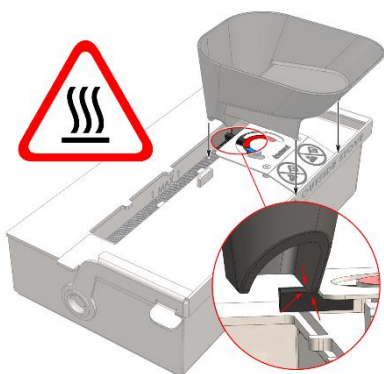

Ilustración 1 - Colocación del embudo Aduro
4. Coloque el embudo Aduro como en la ilustración 1 y llene el quemador de bioetanol siguiendo estas instrucciones de seguridad: